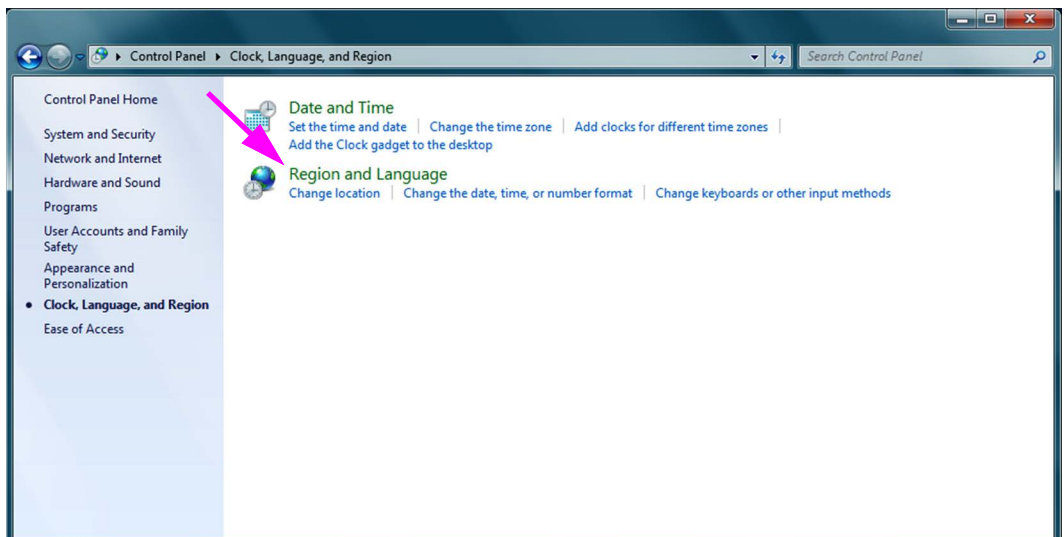

Abbildung C-14. Fenster „Clock, Language, and Region“ (Zeit, Sprache und Region)
4. Das Fenster „Clock, Language, and Region“ (Zeit, Sprache und Region) erscheint (siehe Abbildung C-14). Klicken Sie auf **Region and Language** (Region und Sprache).